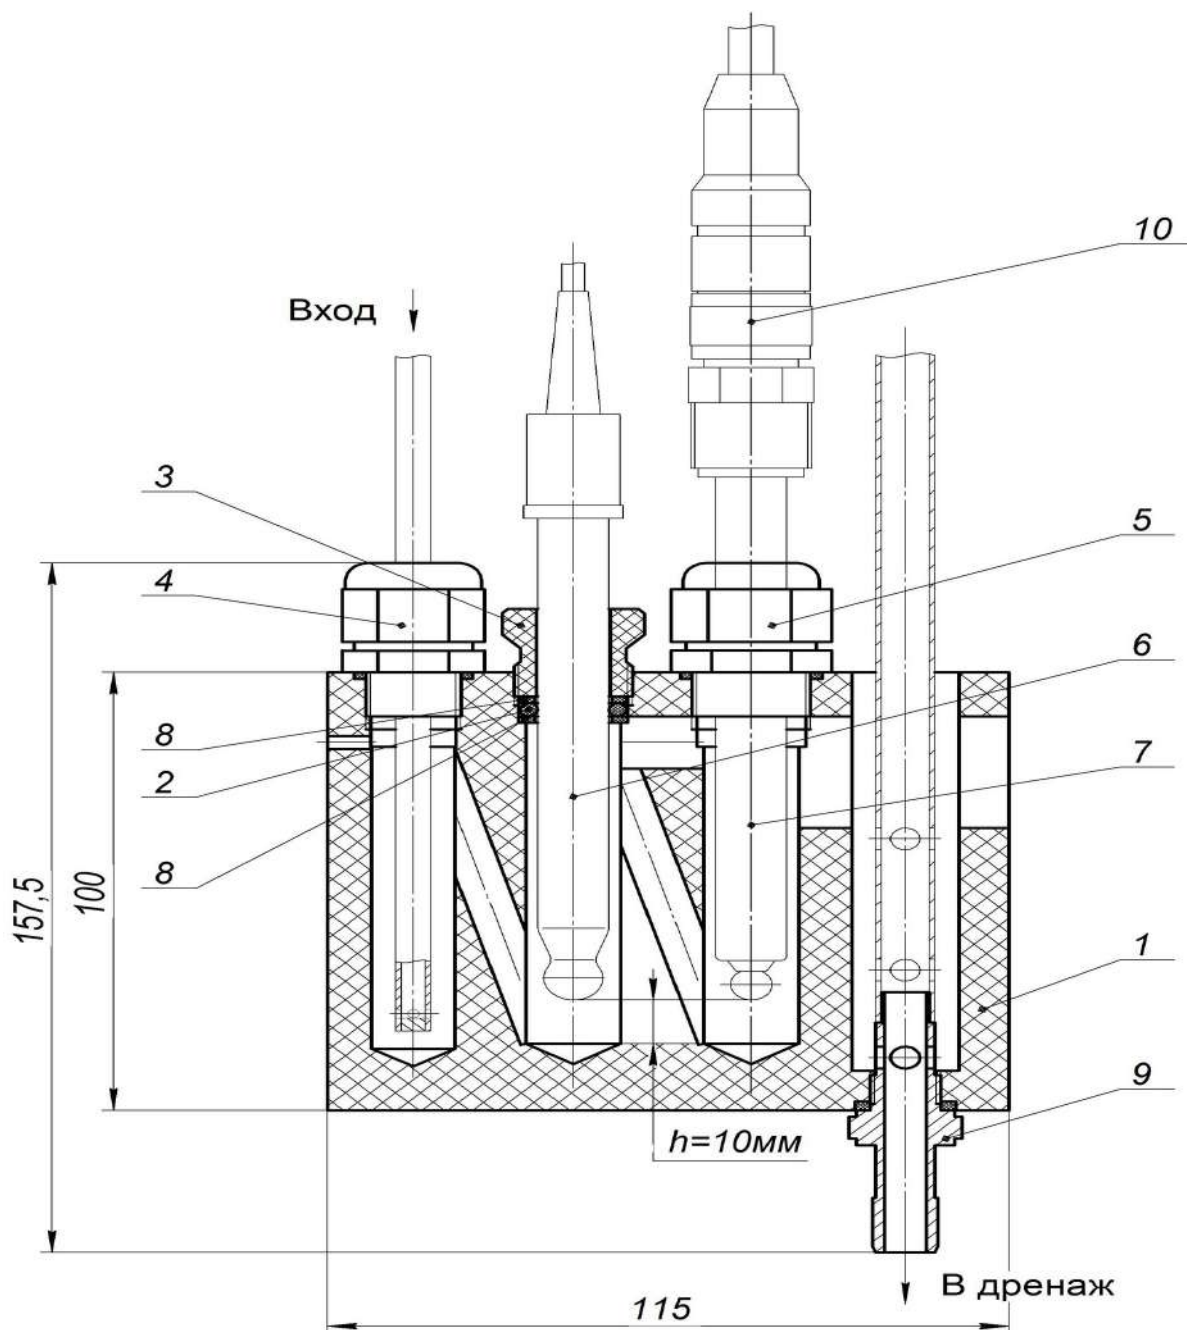

Рисунок 3 - Устройство измерительной ячейки
7.2.5.1 Гайка 4 (смотри Рисунок 3) фиксирует трубку, по которой в измерительную ячейку подаётся проба.
7.2.5.2 Установка измерительного рNa-электрода 6 в ячейку 1 выполняется следующим образом (смотри Рисунок 3):